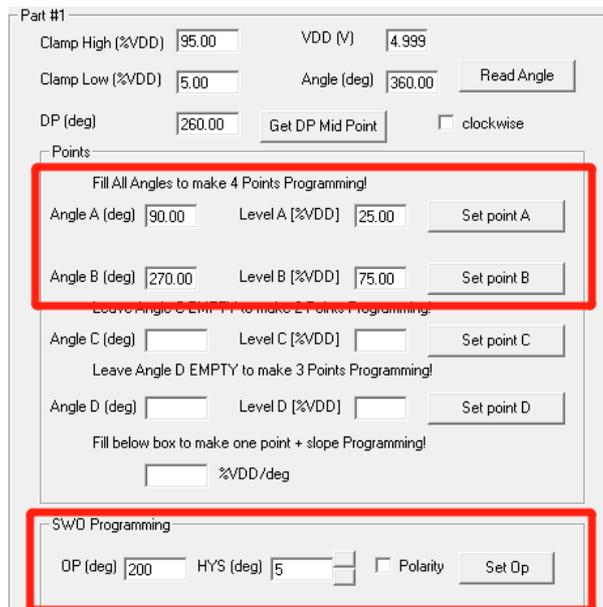

图 6.4.1 参数操作界面
- 2、此处以 2 点编程加 SWO 的模式配置，如图 6.4.1，可手动配置两点数据：Angle A=90deg，Level A=25%VDD，Angle B=270deg，Level B=75%VDD。